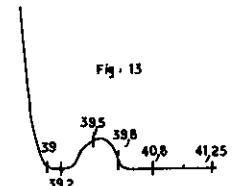

Fig. 13
- Visser 230 pour avoir un minimum à 39,9 (fig. 13).
- Visser 243 pour avoir un minimum à 41,25 MHz (fig. 13).